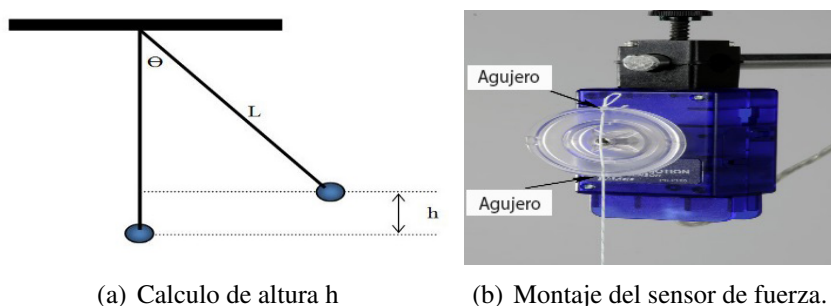

Figura 16.2: Cuerda a través de la polea
3. Cortar una cuerda de aproximadamente 1.5 m de longitud y enhebrar un extremo a través de ambos agujeros de la polea del sensor de movimiento giratorio como se muestra en la Figura 16.2. Hacer un nudo en la parte superior para evitar que la cuerda se retraiga.